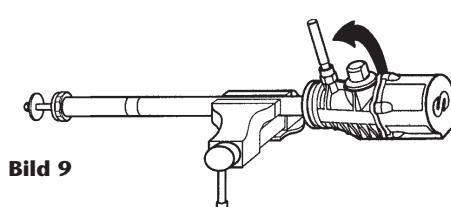

Bild 9
3. Mit Hilfe einer Gewindestange (Bild 9) den Motorkörper vom Saugrohr trennen und ganz abschrauben, so daß die Verbindungs mutter sichtbar ist.